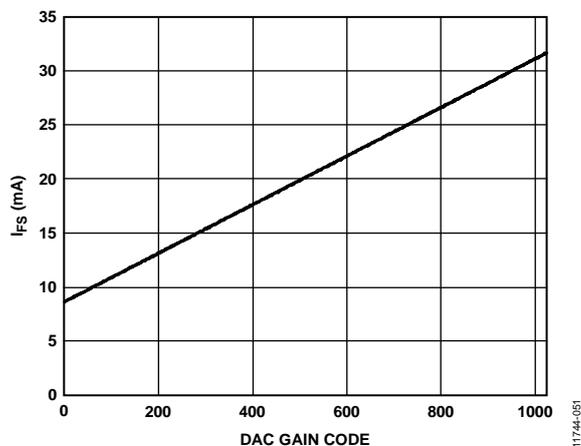

図 46. DAC ゲイン・コード対 DAC フルスケール電流
VREF (1.2 V)、RSET (10 kΩ)、DAC ゲイン (512) の公称値に対して、DAC のフルスケール電流は 20 mA (typ) になります。DAC フルスケール電流は DAC ゲイン・パラメータを設定して、8.64 mA ~ 31.68 mA で調整することができます (図 46)。